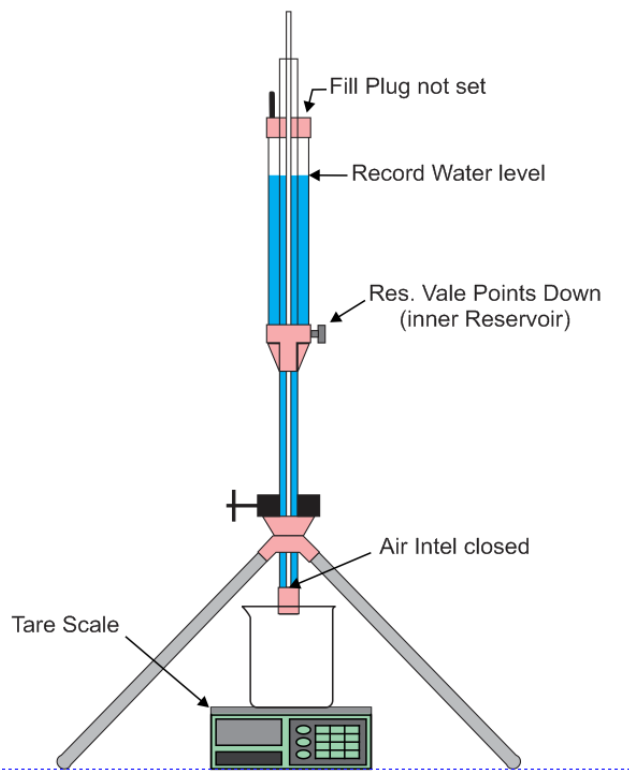

Fig. 39
- **Tare (zero) the Digital Scale (Fig. 39).**